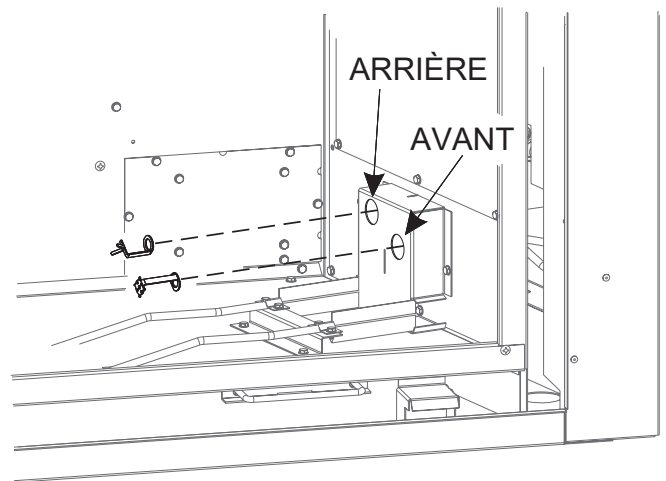

Figure 5
6. Utiliser des pinces à bec effilé pour retirer les cibles et les jeter. Voir Figure 5.